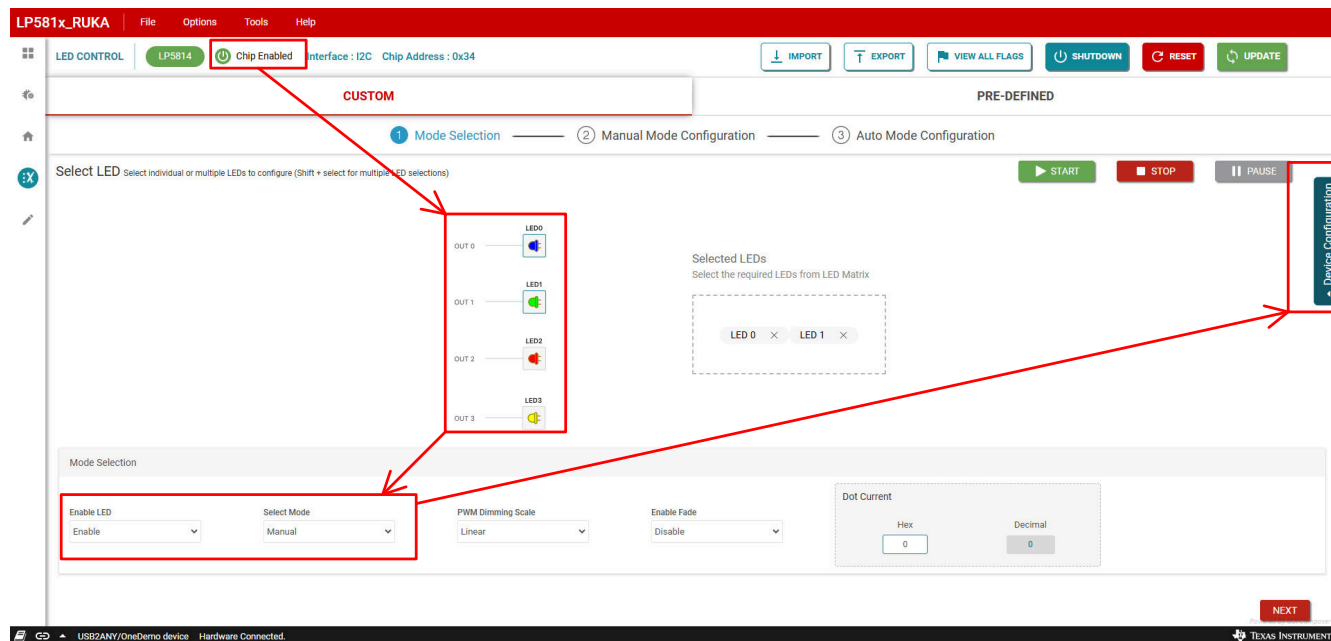

图 3-10. 芯片使能和手动模式设置
1. 单击 **Chip Enabled** 按钮以启用芯片，如图 3-10 所示。